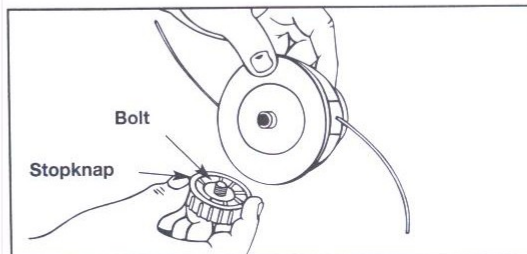

Fig. 10
1. Hold fast i den udvendige spole med den ene hånd og skru med den anden hånd stopknappen af ved at dreje denne modsat urviseren (Fig. 10). Det efteres, at skruen, der sidder indvendigt i stopknappen kan dreje frit rundt. Såfremt stopknappen er beskadiget, skiftes den ud.
1. Hold fast i yderspølen med den ene hånd og skru med den anden hånd stopknappen af ved at dreje denne modsat urviseren (Fig. 10). Det efterses, at skruen, der sidder indvendigt i stopknappen kan dreje frit rundt. Såfremt stopknappen er beskadiget, skiftes den ud.